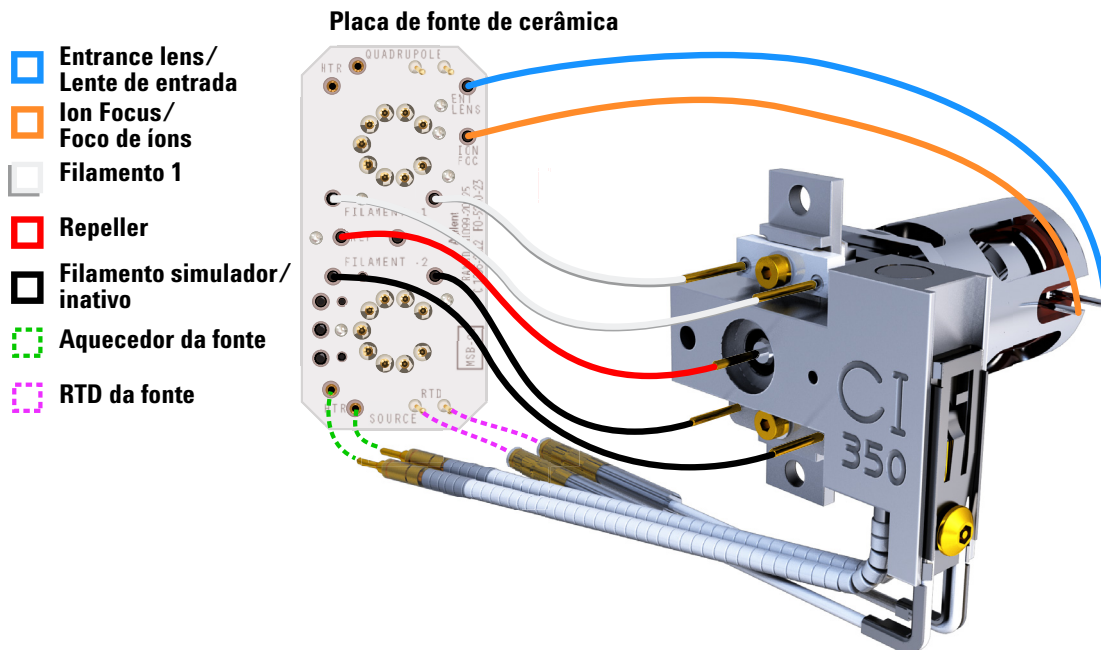

Figura 71 Fiação entre a placa da fonte de cerâmica e a fonte
- 1 Use alicates para conectar ou desconectar os fios da fiação da placa de cerâmica nos conectores da fonte. (Consulte **Figura 71**.)
- 2 Use alicates para conectar/desconectar os fios da fiação dos aquecedores da fonte na placa da fonte de cerâmica. (Consulte **Figura 71**.)